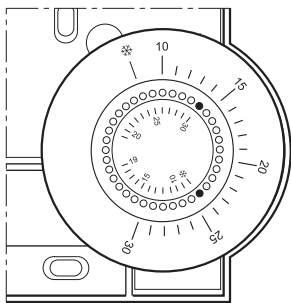

Abb. 16: Verstellbereich begrenzen
- ▶ Setzen Sie die beiden kleinen Stifte in die Löcher des Stellrads, um den Verstellbereich zu begrenzen (siehe Abb. 16).
In Abb. 16 sind die Stifte so eingesetzt, dass das Stellrad nur im Bereich von 19 °C bis zum Frostschutz \* (unterer Grenzwert) und 19 °C bis 30 °C (oberer Grenzwert) um den Wert 19 °C herum verstellt werden kann.